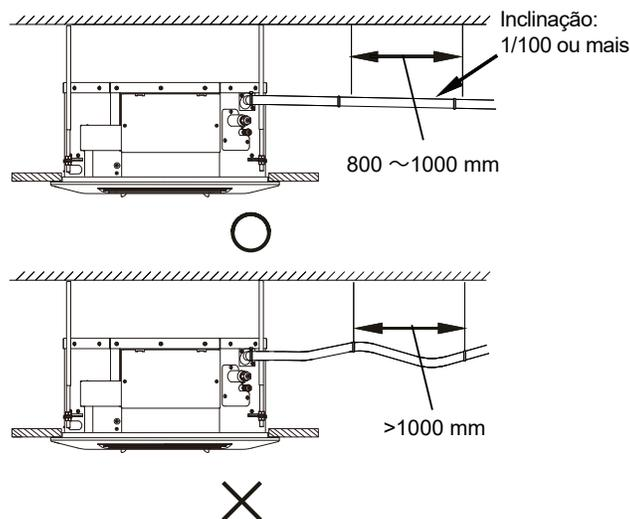

Figura 33
4. A fim de evitar o refluxo de água para o interior do ar-condicionado quando a operação for interrompida, o tubo de descarga de água deve ficar inclinado para baixo em direção à parte externa (lado de drenagem) com uma inclinação de mais de 1/100. Certifique-se de que o tubo de descarga de água não dilate nem acumule água, caso contrário, ocorrem ruídos estranhos. Consulte a Figura 33.
5. Ao conectar a tubulação de descarga de água, não aplique força quando puxar os tubos para evitar que as conexões do tubo de sucção de água se soltem. Ao mesmo tempo, defina um ponto de apoio a cada 0,8 a 1 m para evitar que os tubos de descarga de água flexionem. Consulte a Figura 33.